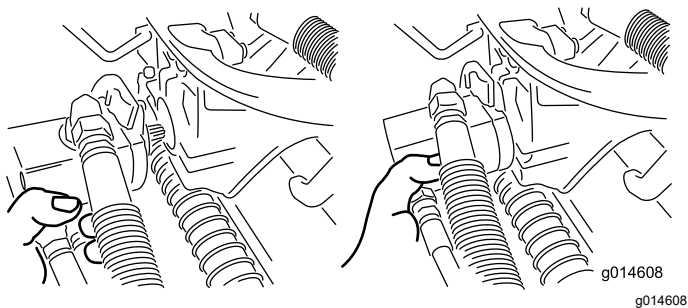

Figura 56
3. Mueva el motor al lugar de almacenamiento en la parte delantera del brazo de suspensión (Figura 56).